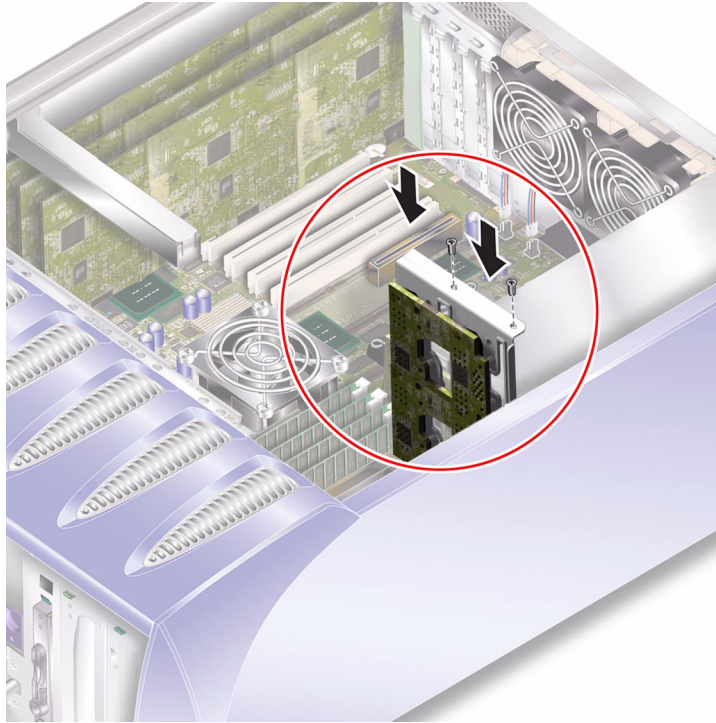

ABBILDUNG 1-14 Austausch der Stromverteilungskarte
1. **Verwenden Sie beim Einsetzen der Einheit in den Server die zwei Passstifte auf der unteren Seite der Stromverteilungskarte. Siehe ABBILDUNG 1-14.**